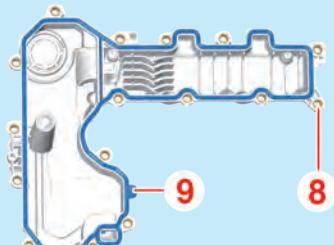

Fig.5
- Contrôler la présence des inserts (8) (Fig.5).
- Remplacer le joint (9).